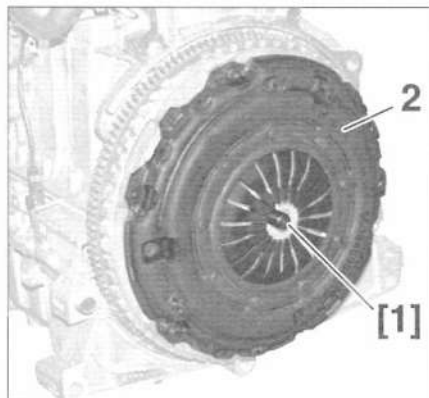

FIG.3
- Reposer le mécanisme d'embrayage (2) (Fig.3).